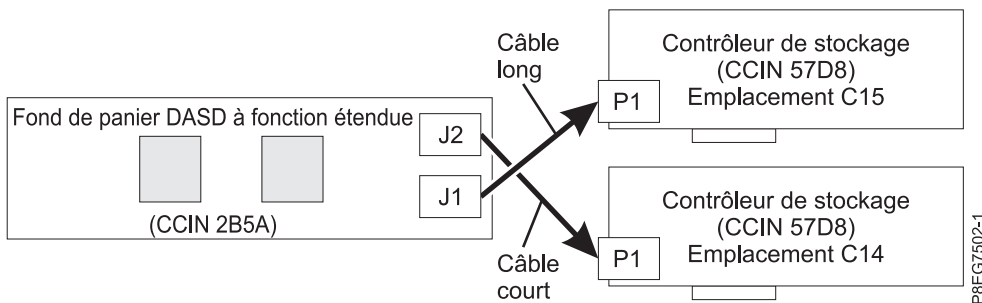

Figure 8. Reconnexion du câble SAS dans une configuration à fonction étendue
- Si vous disposez de deux cartes PCIe3 x8 cache SAS RAID internes (CCIN 57D8, fonction étendue), le câble SAS court relie le connecteur de fond de panier d'unité de disque supérieur (J2) au connecteur P1 sur la carte SAS RAID interne dans l'emplacement P1-C14. Le câble SAS long relie le connecteur de fond de panier d'unité de disque inférieur (J1) au connecteur P1 sur la carte SAS RAID interne dans l'emplacement P1-C15. Voir figure 8.